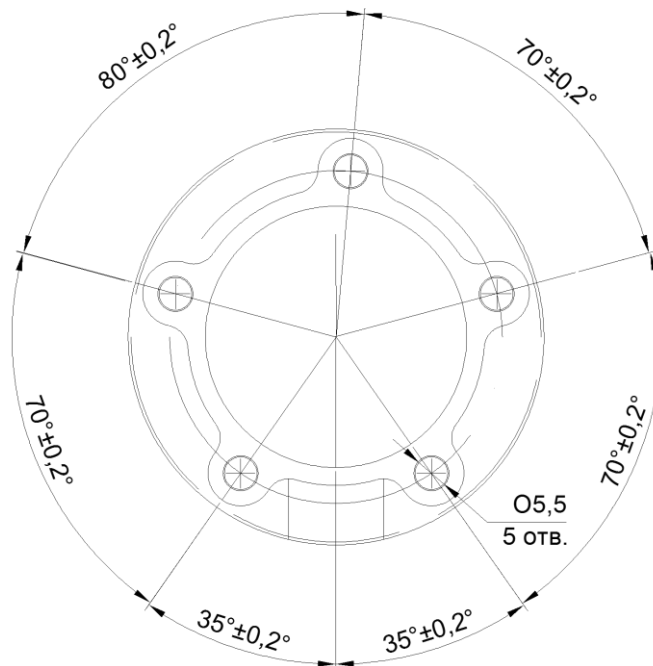

Рисунок 14 – Схема расположения отверстий под крепежные элементы
1. Просверлить центральное отверстие (рис. 14) под монтаж датчика. Для установки датчика необходима биметаллическая коронка диаметром 35 мм. Вставить в него датчик и наметить отверстия для крепления датчика к баку. Схема расположения отверстий под крепёжные элементы представлена на рис. 14.